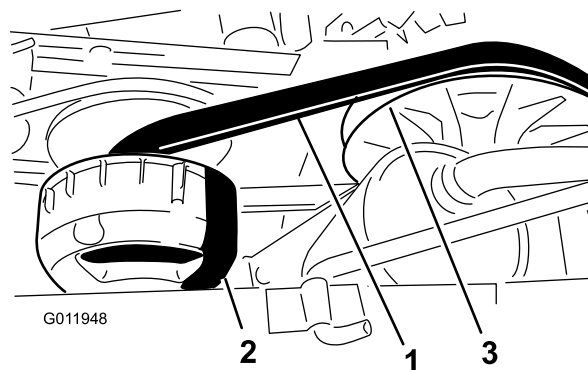

Figura 52
3. Rode e verifique se a correia (Figura 52) apresenta sinais de desgaste ou se está danificada.
3. Rode e coloque a correia sobre a embraiagem secundária (Figura 52).
4. Retire a correia da embraiagem primária (Figura 52).
5. Alinhe a nova correia sobre a embraiagem primária (Figura 52).
6. Rode e coloque a correia sobre a embraiagem secundária (Figura 52).